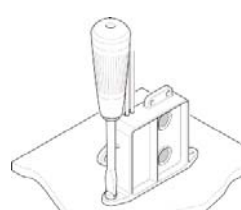

Fig 1 Con la base del interruptor
- Monte el interruptor verticalmente, como se muestra en Fig. 1 (cables ubicados lo más arriba posible). Posicione el interruptor lo más cercano posible a la bomba para asegurar el mismo nivel de agua.
- Use la base del interruptor (Fig. 1) o orejas de montaje (Fig. 2) como plantilla para marcar orificios piloto en el bloque de montaje.